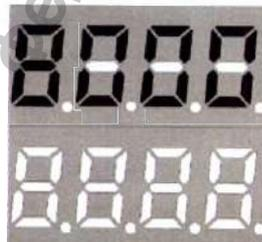

Рис.14
4. Для напоминания пользователю об истечении срока службы ламп 8000 часов показания верхнего цифрового счетчика мигают (рис.14). При замене у/ф ламп показания счетчика необходимо обнулить п.7.8.